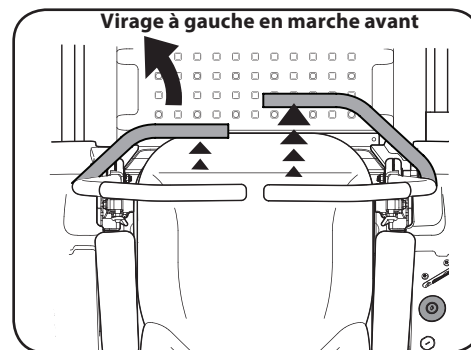

Figure 3-3
1. Pour tourner à gauche, tirez la barre de conduite gauche vers vous et poussez la barre de conduite droite vers l'avant. Voir Figure 3-3.